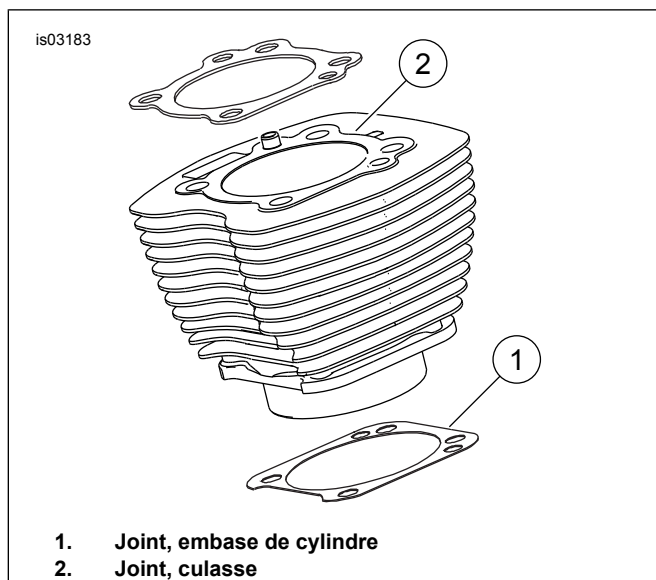

Figure 1. Joints de cylindre
- Voir Figure 1. Le joint d'embase de cylindre de 103 mm (4.060 in) (1) et le joint de culasse (2) éliminent la nécessité des joints toriques. Ne pas utiliser de joints toriques sur les goujons de cylindre ou les emboîtements de cylindre.
- Lors de la pose d'un nouveau joint de base (1), l'installer avec le côté gaufré vers le bas et le côté concave vers le haut.